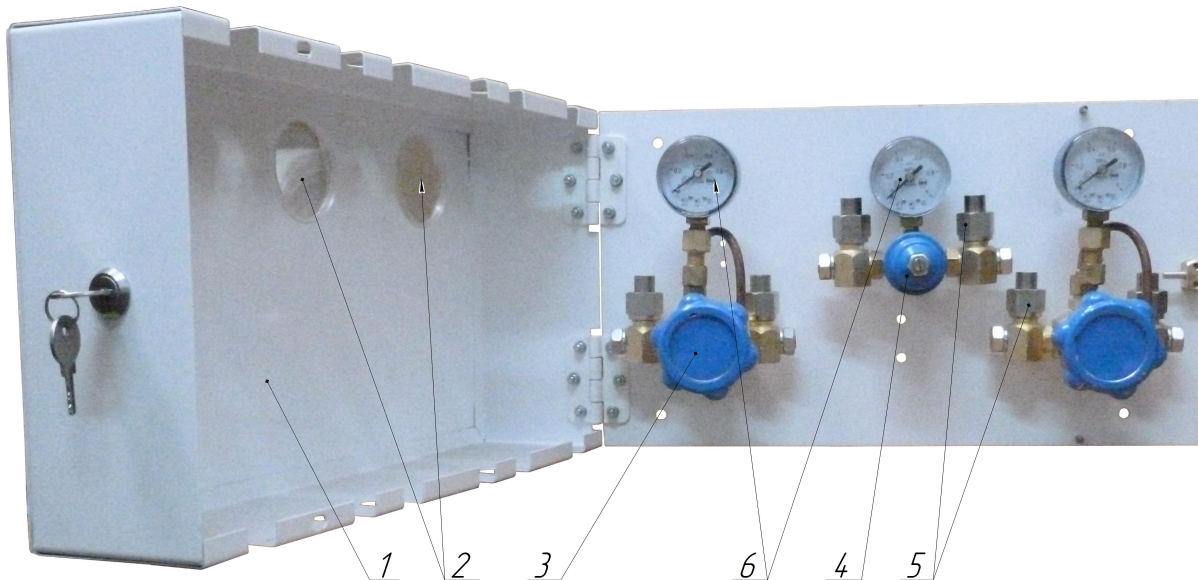

Рис.1 Коробка поэтажная отключающая УГВ4/3 (два клапана и сетевой редуктор)
4.1 Внешний вид поэтажной отключающей коробки показан на рис.1